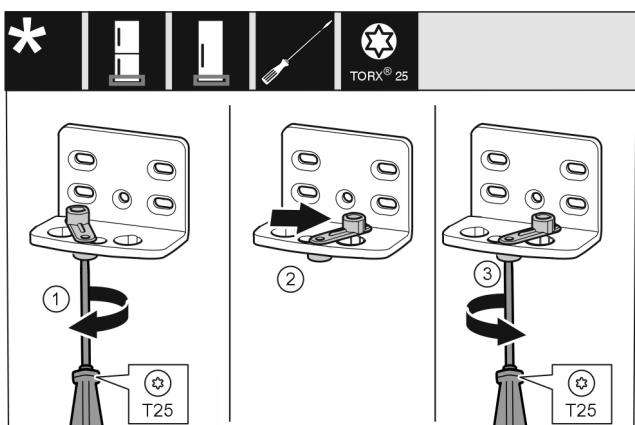

Fig. 15
- Vijake rahlo privijte z izvijačem T25. Fig. 15 (1)
- Pripomoček za zapiranje vrat dvignite in v izvrtni zavrtite za 90° v desno. Fig. 15 (2)
- Trdno privijte vijak z izvijačem T25. Fig. 15 (3)